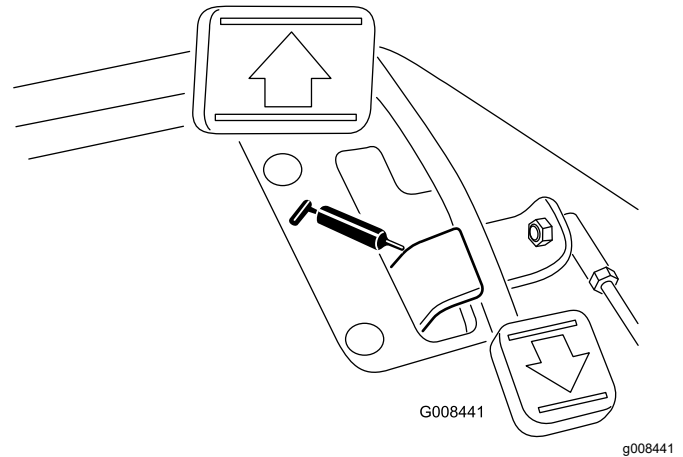

Figura 28
- Pivotare pedală de traciune (1) (Figura 28)